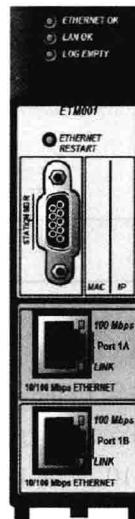

图 1-1-7 IC695ETM001 模块
Demo 箱中配置的以太网通信模块型号为 IC695ETM001, 如图 1-1-7 所示。PACSystemsTM RX3i 控制器通过以太网通信模块与 PC 机、其他 PACSystems 和 VersaMax 控制器等进行通信。IC695ETM001 有两个自适应的 10/100BaseT(X) 的 RJ-45 端口, 用来连接 10M BaseT 或者 100BaseTX IEEE 802.3 网络中的任意一个, 该端口能够自动检测速度、双工模式(半双工或者全双工)和与之连接的电缆接线方式(直行或者交叉)。模块有七个指示灯, 指示灯功能说明见表 1-1-2。